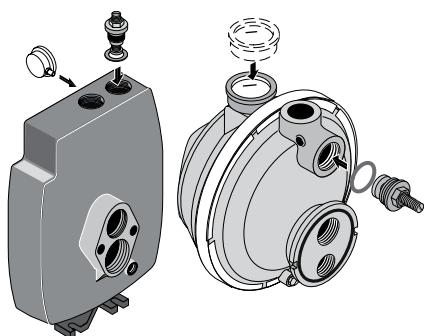

Figure 7 : Poser la vanne de réglage et le manomètre
1. Poser la vanne de réglage et le manomètre dans le corps de la pompe (voir la Figure 7).